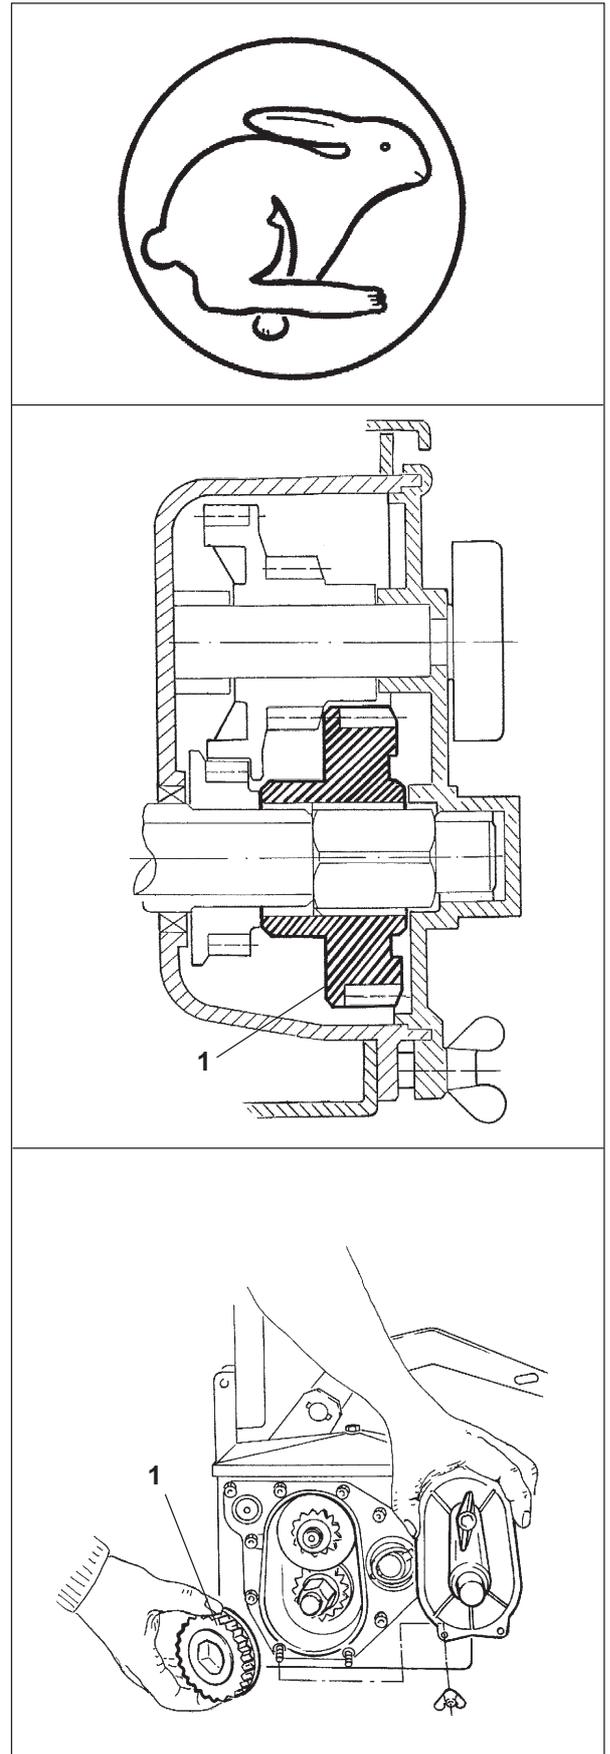

Fig. 21.14
(ver fig. 21.14)
- en la "marcha rápida", el engranaje (fig. 21.14/1) gira en rueda libre.